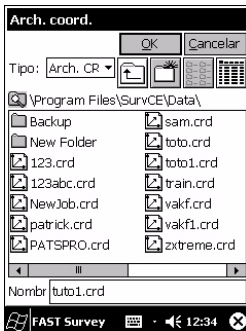

Figura 1- Asignar nombre a un trabajo
4. En el campo **Nombre**, introduzca el nombre del trabajo que desea crear. Escriba, por ejemplo, "tuto1.crd" (figura 1).